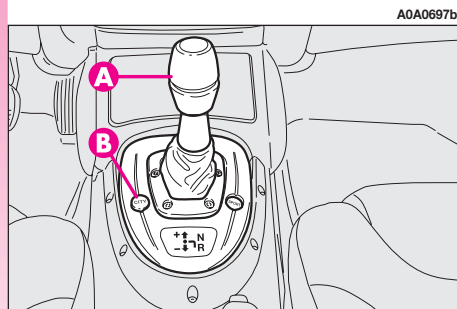
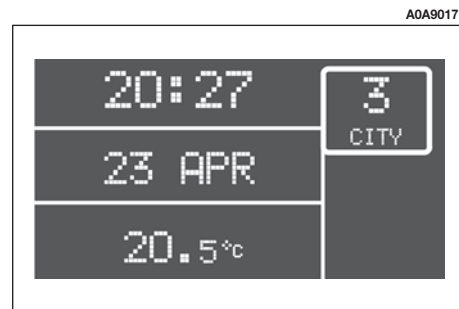

fig. 117
fig. 119
Il cambio delle marce avviene tramite la leva di comando (**A-fig. 117**) di tipo flottante ad "unica posizione centrale stabile". Agendo sulla stessa è possibile richiedere l'incremento/decremento del rapporto marcia innestato e/o l'inserimento della retro-marcia (**R**) o del folle (**N**).
- la seconda di tipo automatico, definita **CITY** (con questa modalità selezionata tramite il pulsante **B-fig. 117**, la scritta **CITY** compare sul display **fig. 119**). Con questa modalità il sistema decide direttamente quando effettuare il cambio marcia.
L'indicazione della marcia inserita (**fig. 119**) è sempre riportata sul display indipendentemente dalla modalità selezionata.
Ruotando la chiave d'avviamento in posizione **MAR**, si illuminano tutti i segmenti del display marce (**fig. 119**), la spia di avaria cambio (**fig. 120**) e la scritta **CITY**. Dopo circa un secondo, il display visualizza la marcia innestata (**N, 1, 2, 3, 4, 5, R**).